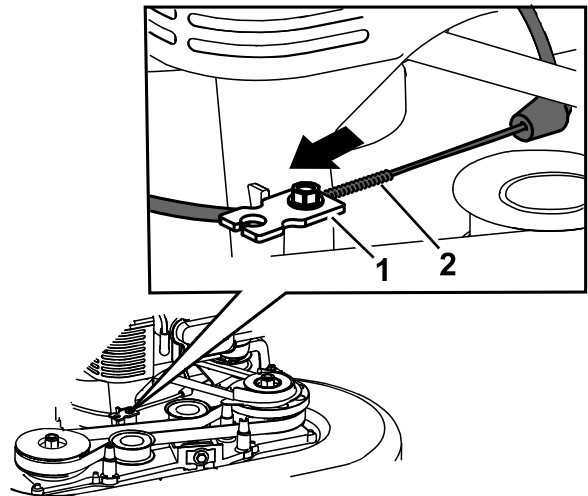

Bild 48
6. Ziehen Sie am Kabelmantel, um das Spiel zu entfernen (**Bild 48**).